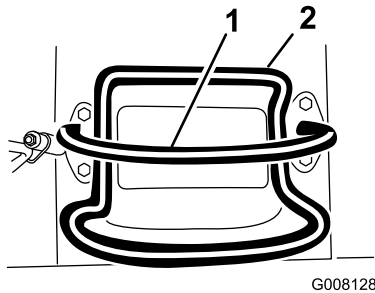

Рисунок 6
- Для останова машины отпустите регулятор тягового усилия (Рисунок 6).